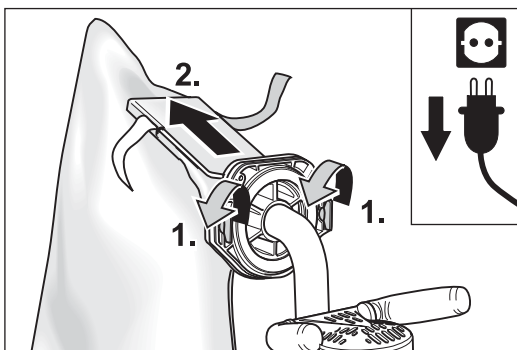

Abb. 18 Die beiden Schnellverschlüsse öffnen (1.) und den Staubsaugbeutel abziehen (2.).
- 6 Öffnen Sie die beiden Schnellverschlüsse am Aufnahme- flansch (Abb. 18, 1.).
- 7 Ziehen Sie den Staubsaugbeutel langsam vom Aufnahme- flansch herunter (Abb. 18, 2.).